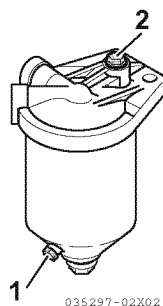

Figure 3
2. Desserrez le bouchon de purge (**Figure 3, (1)**) du séparateur d'eau et purgez l'eau et les impuretés qui se trouvent à l'intérieur. Débarrassez-vous de l'eau et des saletés récupérées comme il convient.
3. Après la purge, serrez la vis de purge d'air (**Figure 3, (2)**).